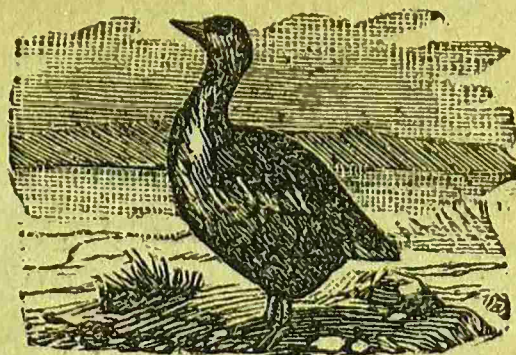
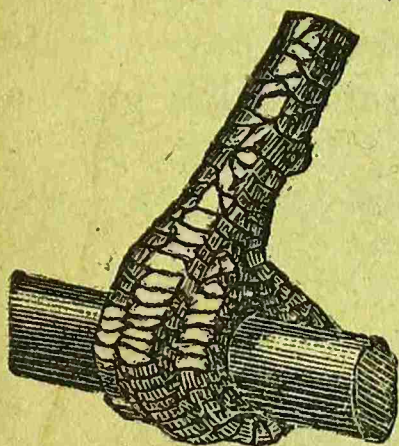

Fig. 23.
Fig. 24.
22) y las gallinas tienen, por el contrario, separados los dedos (fig. 24); no nadan, pero se agarran á las ramas de los árboles ó á los atravesaños del gallinero, mientras que los ánades y los ánsares no pueden hacer nada de esto. (fig. 23).